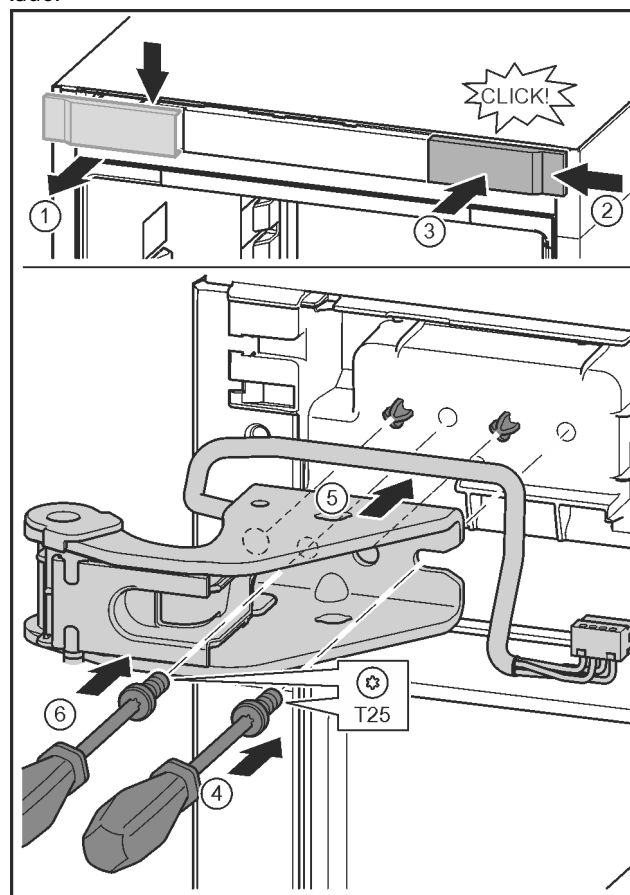

Fig. 28
- Suelte y retire lateralmente la cubierta. Fig. 28 (1)
- Enganche por la derecha la cubierta girada 180° en el otro lado. Fig. 28 (2)
- ▶ Encaje la cubierta. *Fig. 28 (3)*
- ▶ Coloque el tornillo con el destornillador T25. *Fig. 28 (4)*
- ▶ Coloque el soporte de cojinete superior. *Fig. 28 (5)*
- ▶ Apriete el tornillo. *Fig. 28 (4)*
- ▶ Coloque y apriete el tornillo con el destornillador T25. *Fig. 28 (6)*